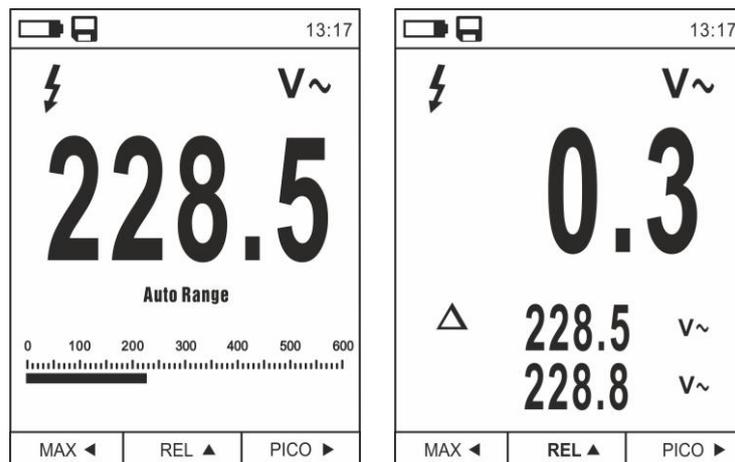

Fig. 8: Medida relativa
1. Pulse la tecla **REL ▲** para entrar en la medida relativa (ver Fig. 8 – parte derecha). El instrumento pone a cero el visualizador y guarda el valor mostrado como valor de referencia al cual será referidas las medidas sucesivas. El símbolo “ $\Delta$ ” se muestra en el visualizador. Las funciones “MAX/MIN” y “PICO” no están activas en esta modalidad